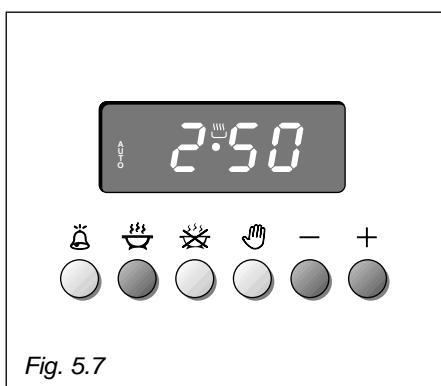

Fig. 5.7
1. Déterminer le temps de durée de la cuisson en pressant le poussoir et le poussoir pour avancer, ou pour revenir si le temps désiré a été dépassé (fig. 5.7).